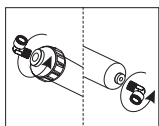

Рис. 4
- 4) Выкрутить муфты из старого картриджа (на входе и выходе воды) (Рис. 4).